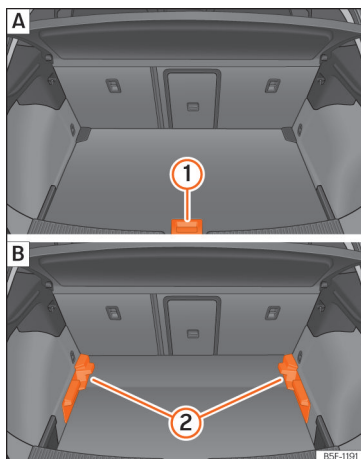

Рис. 188 Трансформовна підлога багажного відсіку: **А** верхнє положення; **В** нижнє положення.
- Підніміть панель підлоги за рукоятку >>> **рис. 188** **1** і потягніть на себе, доки її передній край не вийде за межі опор **2**.
- Тримайте за рукоятку >>> **рис. 188** ①, підніміть панель підлоги, потягніть на себе, а потім посуньте вперед, доки вона не впреться в спинку заднього сидіння.